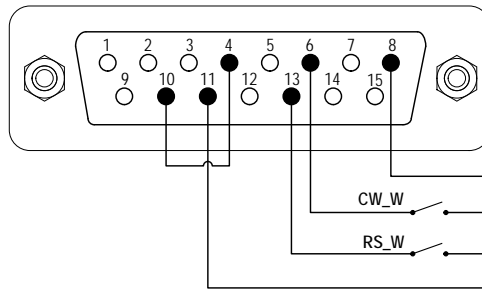
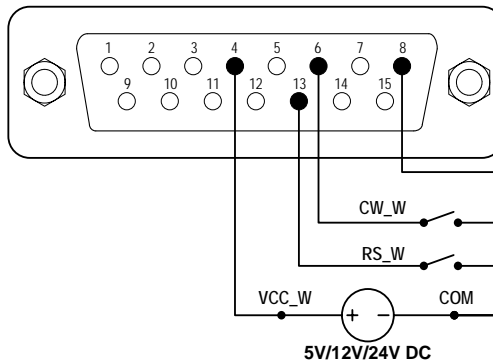

Abbildung 17. Logikpegel-2-Steuerung mit interner 12V-Stromquelle
Abbildung 18. Logikpegel-2-Steuerung mit externer Stromquelle
- 1) Schalten Sie die Pumpe aus. Verdrahten Sie den DB15-Stecker wie in Abbildung 17 oder Abbildung 18 und verbinden Sie ihn mit dem DB15-Anschluss auf der Rückseite der Pumpe.